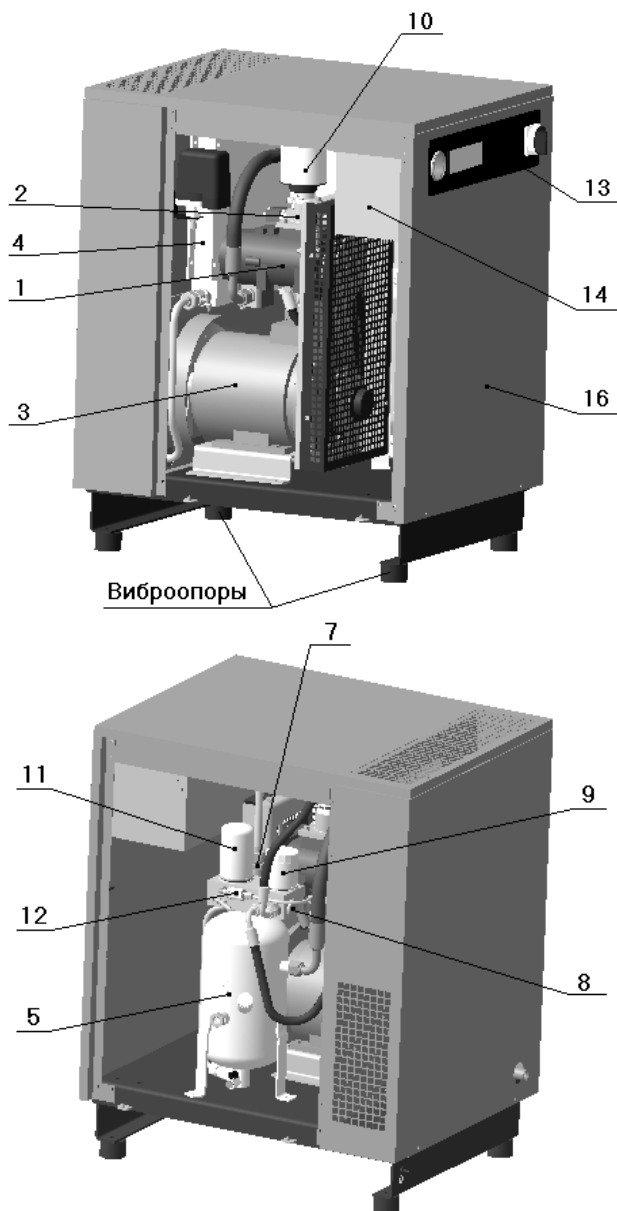
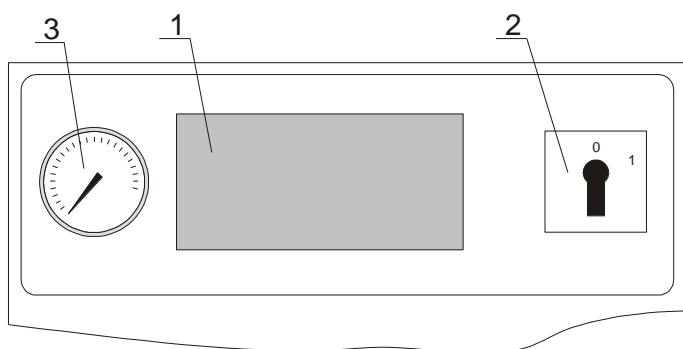
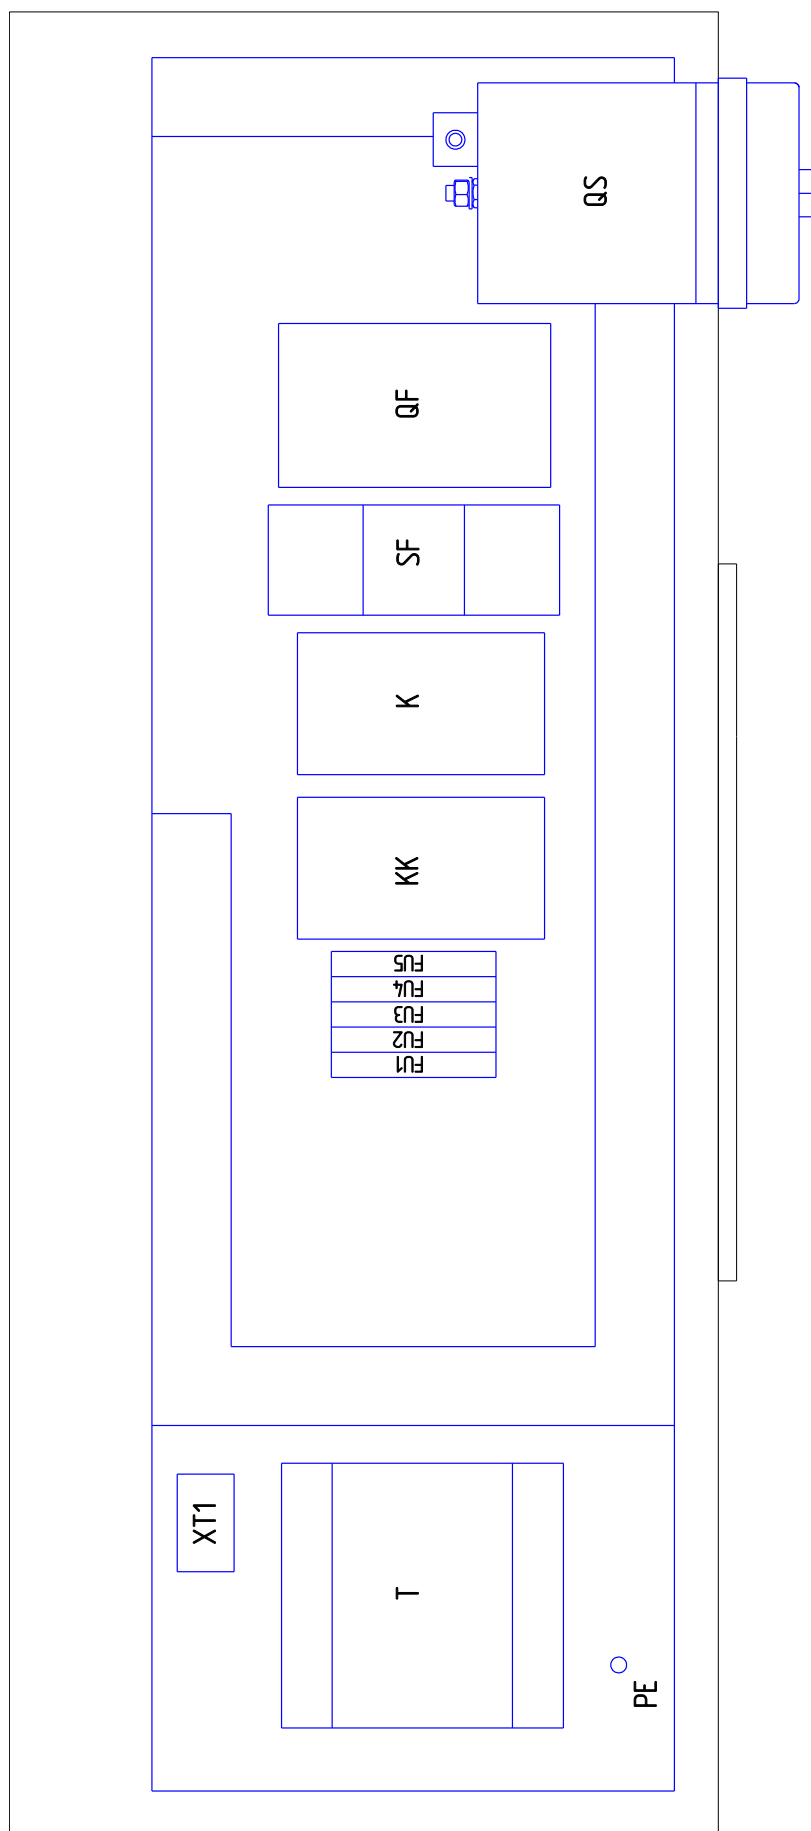

Рисунок 1 – Общий вид компрессорной установки ВК5Е-..., ВК7Е-..., ВК10Е-...
Рисунок 5
Рисунок 6 – Блок-схема платы монтажной BK5E, BK7E, BK10E
1 – Винтовой блок предназначен для выработки сжатого воздуха. Винтовые блоки, применяемые в компрессорных установках, приведены в таблице 3 (см. рисунок 1 или 2, или 3). В корпусе винтового блока расположены: винтовая группа, пропускные каналы для воздуха и масла, присоединительные фланцы.
2 – Клапан всасывающий (см. рисунок 1 или 2, или 3) воздушный выполняет функцию подачи воздуха в камеру сжатия и предотвращения выброса наружу сжатого воздуха и масла в момент останова установки при любом давлении подачи сжатого воздуха. Переключение клапана всасывающего в режим "ЗАГРУЗКА" или "ХОЛОСТОЙ ХОД" осуществляется при помощи клапана электромагнитного, который управляется программируемым контроллером от сигнала датчика давления.
3 – Электродвигатель (см. рисунок 1 или 2, или 3) предназначен для привода винтового блока.
4 – Воздушно-масляный радиатор (см. рисунок 1 или 2, или 3) двухсекционный, комбинированный, выполняет функции охлаждения масла и предварительного охлаждения воздуха на выходе из установки. Радиатор охлаждается проходящим через него потоком воздуха, который нагнетается вентилятором, установленным на втором конце вала электродвигателя привода установки.
5 – Маслосборник (см. рисунок 1 или 2, или 3) выполняет следующие функции:
7 – Клапан минимального давления (см. рисунок 1 или 2, или 3), установленный на линии нагнетания, предназначен для поддержания минимального давления в пределах 0,2...0,4 МПа внутри установки до тех пор, пока давление в распределительной сети не уравнивается с давлением внутри
8 – Термостат (см. рисунок 1 или 2, или 3) состоит из запорного плунжера и термочувствительного глициринового элемента, изменяющего направление потока масла в зависимости от температуры и смонтирован в корпусе, на котором также установлен фильтр масляный.
9 – Фильтр масляный (см. рисунок 1 или 2, или 3) неразборный изготовлен в металлическом корпусе. Он расположен в контуре смазки и предотвращает попадание твердых частиц на рабочие поверхности винтов и подшипников. Его замена необходима после выработки часов, указанных в разделе "ТО", а частота замены напрямую зависит от технического обслуживания воздушного фильтра и от качества масла.
10 – Фильтр воздушный (см. рисунок 1 или 2, или 3) впускной открытого типа. Функция воздушного фильтра - предотвращение попадания загрязняющих частиц в зону винтовой группы и систему смазки. Некачественное обслуживание воздушного фильтра приводит к уменьшению срока службы блока винтового.
11 – Фильтр-маслоотделитель (сепаратор) (см. рисунок 1 или 2, или 3) завершает операцию отделения масла от сжатого воздуха и обеспечивает остаточное содержание масла в сжатом воздухе не более 3 мг/м³. Пропускная способность фильтра-маслоотделителя зависит от качества масла и его рабочей температуры.
12 – Визуализатор возврата масла (см. рисунок 1 или 2, или 3) предназначен для визуальной оценки количества масла на возврате из фильтра-маслоотделителя. Масло, отделенное фильтром-маслоотделителем, возвращается в систему смазки установки. Функцией визуализатора является управление расходом возвратных потоков воздуха и масла. Визуализатор позволяет проверить эффективность работы фильтра-маслоотделителя и системы сепарации.
13 – Панель управления (см. рисунок 1 или 2, или 3). На лицевую сторону панели управления вынесены следующие органы управления (рисунок 5):
14 – Шкаф с электроаппаратурой (см. рисунок 1 или 2, или 3) представляет собой короб закрытого типа с установленной платой, на которой смонтирована пускорегулирующая аппаратура и устройства защиты (блок-схема см. рисунок 6), доступ к которым осуществляется путем демонтажа верхней панели корпуса и крышки шкафа.
16 – Корпус шумозащищенного исполнения (см. рисунок 1 или 2, или 3) служит для снижения уровня шума в рабочей зоне установки.
- 4) Плавкие предохранители - (см. рисунок 6) защита цепей управления и сигнализации;